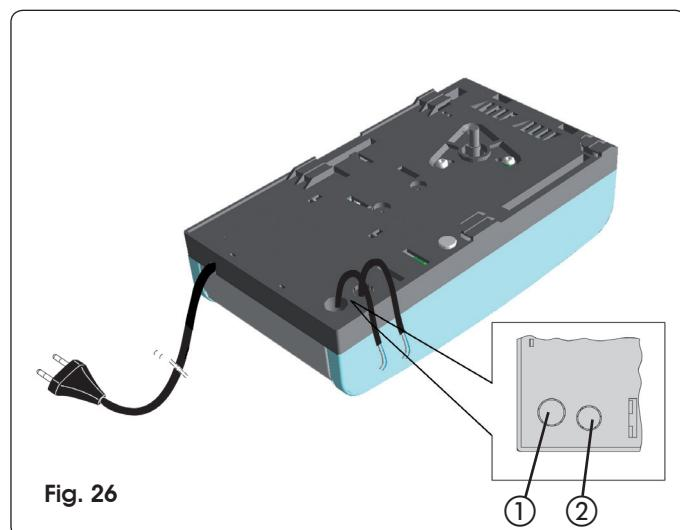

Fig. 26
- Per il collegamento dei comandi esterni, delle sicurezze e delle segnalazioni, sfondare la prefratturazione (Fig. 26 rif. ①).
- Per il collegamento della costa di sicurezza, (vedere par. 18.3.), sfondare la prefratturazione (Fig. 26 rif. ②)